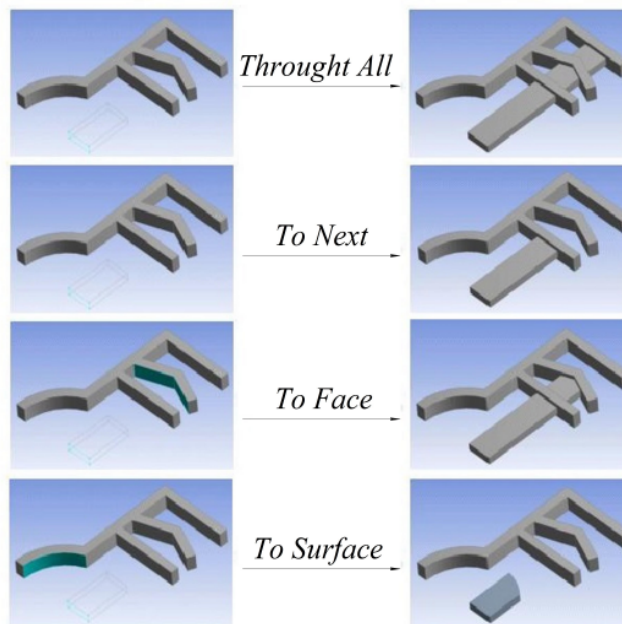

Рис. 4.2. Типи видавлювання, які налаштовуються пунктом *Extent Type*
- **Extent Type** – тип видавлювання. За замовчуванням задане **Fixed** – видавлювання на фіксовану відстань, але також може бути **Through All** – видавлювання через всі поверхні, **To Next** – видавлювання до найближчої поверхні, **To Face** – видавлювання до вказаної межі тіла без зміни поверхні контакту, **To Surface** – видавлювання до вказаної межі тіла з відповідною зміною поверхні контакту (рис. 4.2);